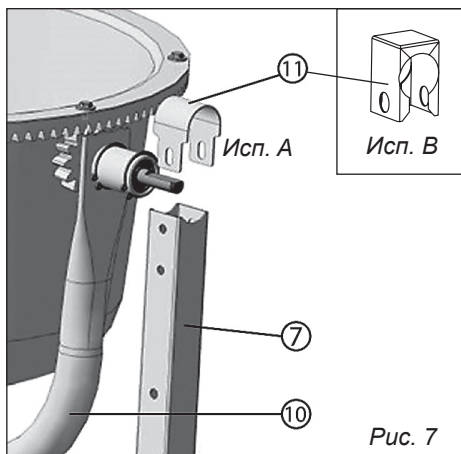

Рис. 7
6.3. Установка нижней половины бака с коромыслом на раму (рис. 7, 8)
- Установить коромысло **10** в сборе с нижней половиной бака на раму **7** между двух стопорных колец (рис. 7).
- Установить хомут **11*** между двух стопорных колец на втулку вала шестерни и зафиксировать его, используя болты (2 шт.), гайки (2 шт.), шайбы «гровер» (2 шт.) (рис. 7).